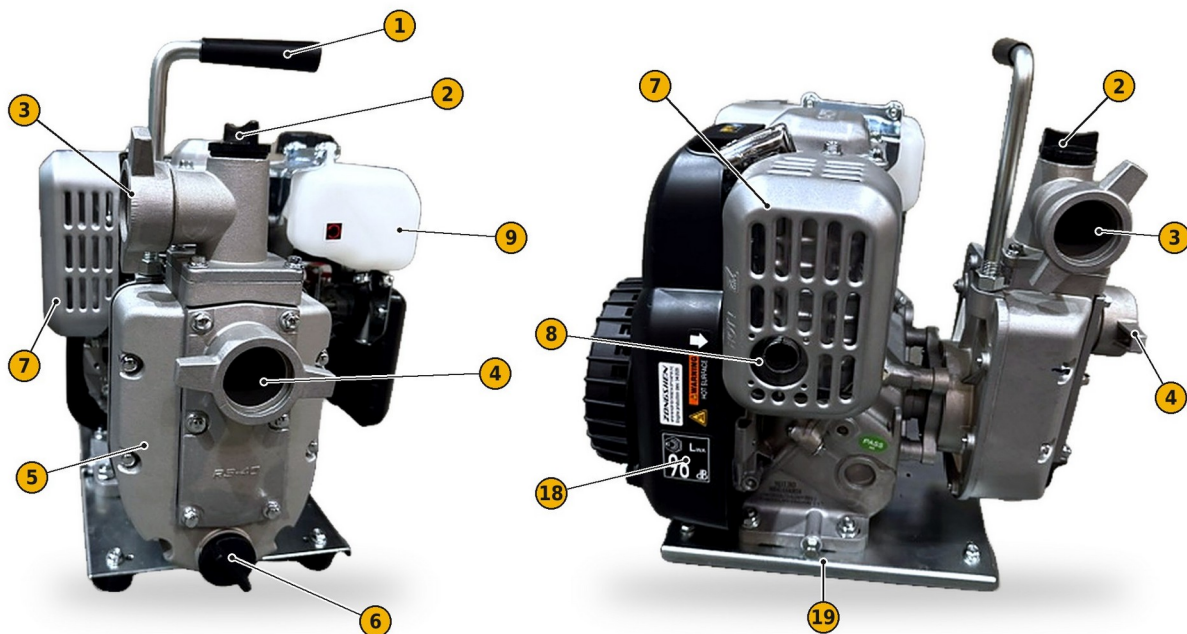

FIG. 5 — AY-40 KT : vue de face et côté silencieux
- 2) AY-40 KT : retirez le bouchon d'amorçage (FIG. 5, n° 2), remplissez complètement le corps de pompe d'eau claire et remettez le bouchon avec son joint en le serrant fermement pour empêcher toute entrée d'air.